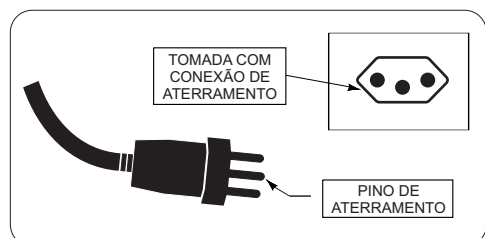

FIGURA 21 - CONEXÃO DO PLUGUE A TOMADA (MONOFÁSICO)
- 4.1 Consulte um técnico especializado para avaliar as condições gerais da rede elétrica e selecionar os dispositivos de alimentação, tomada de conexão (Figura 21) e proteção adequadas.